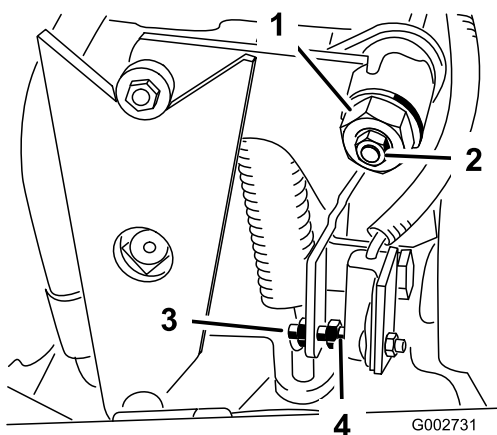

Bild 32
4. Lockern Sie die Sicherungsmutter an der Fahrtriebs-Einstellnocke (Bild 32).
5. Lassen Sie den Motor an und drehen das Sechskant (Bild 32) der Nocke in beide Richtungen, um die zentrale Stellung im Neutralbereich ausfindig zu machen.
3. Stellen Sie die Schraube ein, bis der Abstand $1,5 \text{ mm} \pm 0,8 \text{ mm}$ (Bild 32) beträgt.